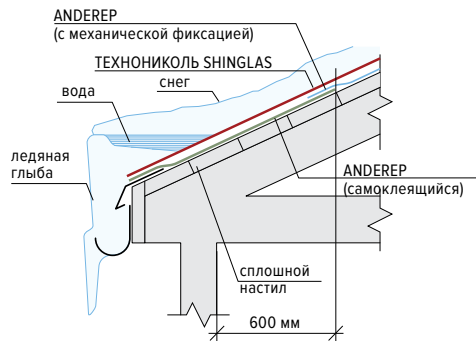

Рис. 8
ANDEREP PROF PLUS / ANDEREP GL / ANDEREP GL PLUS) (Рис. 8). Укладку материала ведут снизу вверх с нахлестом в продольном направлении 100 мм (для подкладочных ковров на органической основе типа ViCARD нахлест составляет 600 мм для углов наклона кровли до 30°, свыше 30° — 100 мм), в поперечном — 150 мм, раскатывая рулон параллельно карнизному свесу. В зависимости от типа подкладочного ковра производится его механическое крепление кровельными ершеными гвоздями к основанию согласно ниже приведенным схемам:
- ANDEREP PROF — Рис. 8 а
- ANDEREP PROF PLUS — Рис. 8 б
- ANDEREP GL — Рис. 8 в
- ANDEREP GL PLUS — Рис. 8 г
Рис. 8 а
Рис. 8 б
Рис. 8 в
Рис. 8 г